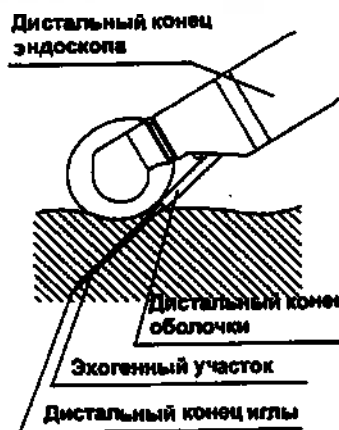

Рис. 14
5. Нажмите на направляющую втулку, чтобы выдвинуть иглу из дистального конца оболочки и проколите намеченную область, удерживая рукоятку как можно прямее по отношению к порту инструментального канала эндоскопа, под контролем ультразвукового сканирования (см. Рис. 14).